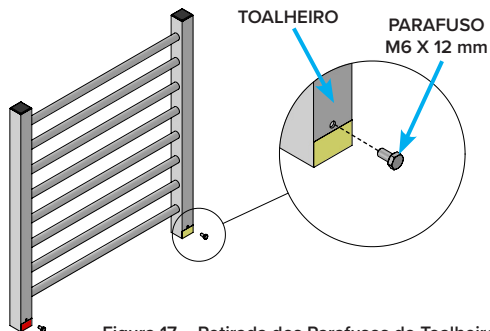

Figura 17 – Retirada dos Parafusos do Toalheiro
1. RETIRAR os Parafusos Sextavados M6 x 12 mm pré-instalados no Toalheiro (Figura 17);